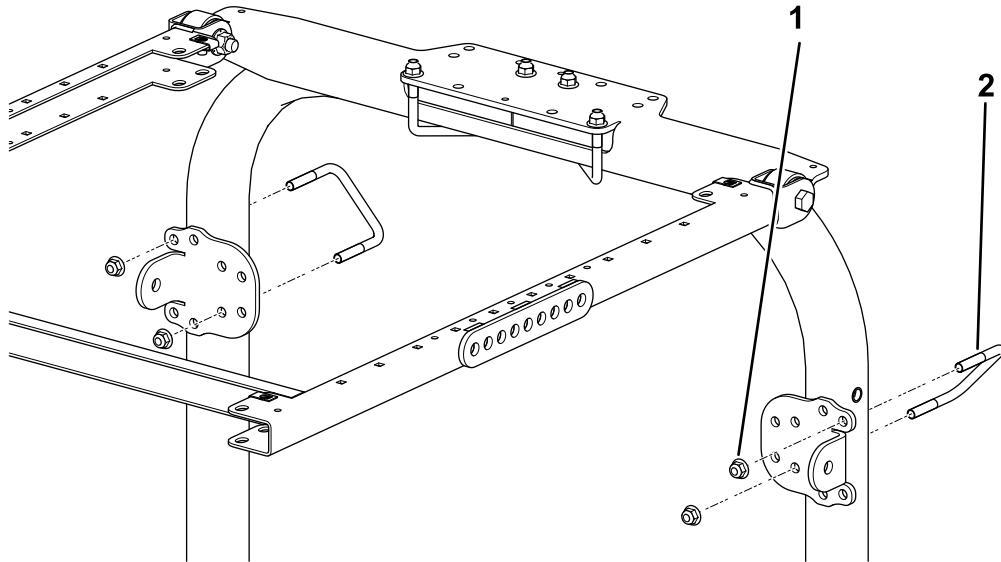

Figura 47
4. Utilizando os furos de montagem mostrados na Figura 47, monte sem apertar completamente cada um dos suportes de cinta às colunas da barra de segurança com uma cavilha em U (3 1/2 pol. x 2 3/4 pol.) e duas porcas flangeadas.